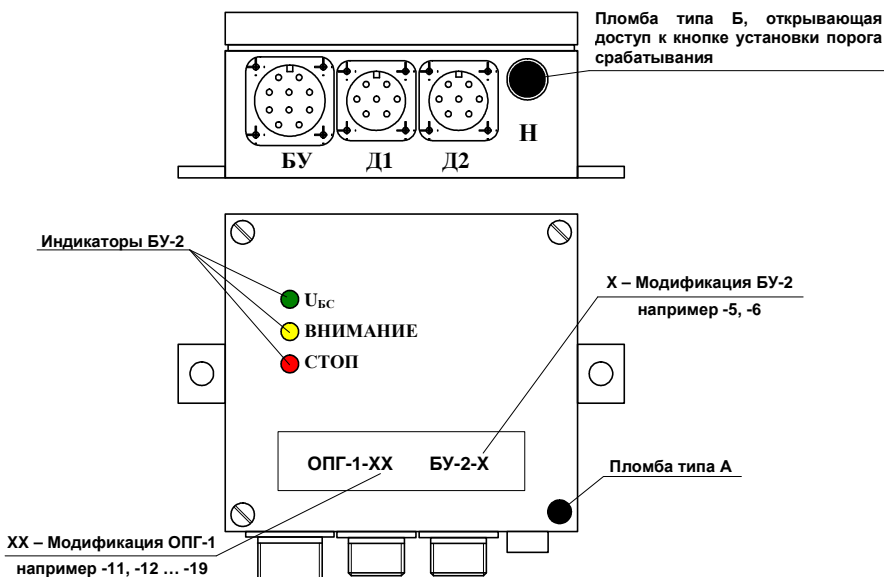

Рисунок 4 – Общий вид блока управления БУ-2
Вывернуть винт крепления пломбировочной чашки [*не потеряв при этом стоящее под ней уплотнительное резиновое кольцо* (см. рисунок 4), предотвращающее возможность попадания воды в БУ], снятие которой открывает окно для доступа к элементу настройки порога срабатывания ограничителя.
**ВНИМАНИЕ! СЛАБАЯ ЗАТЯЖКА ВИНТА, ОТСУТСТВИЕ УПЛОТНИТЕЛЬНОГО РЕЗИНОВОГО КОЛЬЦА (СМ. РИСУНОК 4) ИЛИ ПЛОМБИРОВОЧНОЙ МАСТИКИ МОЖЕТ ПРИВЕСТИ К ПОПАДАНИЮ В КОРПУС БУ ВОДЫ И ОТКАЗУ ОГРАНИЧИТЕЛЯ.**